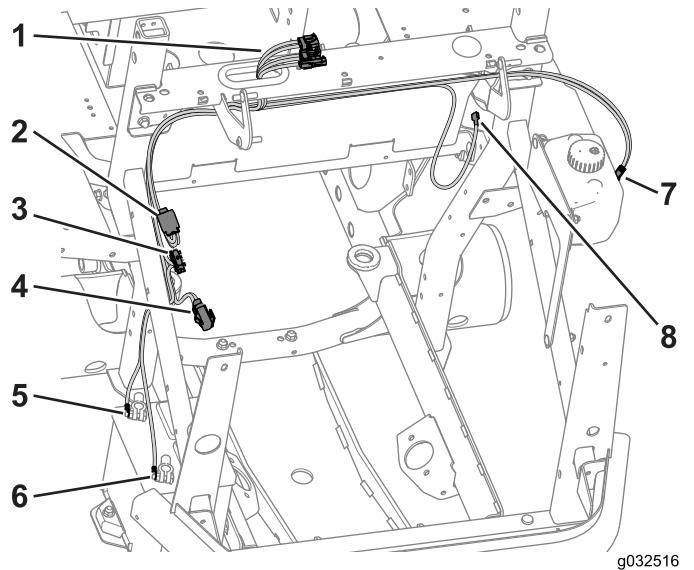

図 39
1. キャブ用コネクタ3個をハトメに通す図 39。
2. フレームサポートに沿って補助電源ワイヤを配設し、さらにROPSチューブに沿って下へ、オペレータコントロールの方へ導く図 39。
3. フレームサポートに沿ってウォッシャー用ワイヤを配設し、さらにROPSチューブに沿って下へ、ウォッシャー液ボトルへ導く図 39。